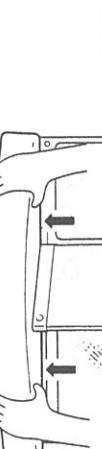

図 3
- 図 3 のように照明カバーの両端から10cm位の上面と下面を軽く挟んで持ち、手前に引き抜きます。